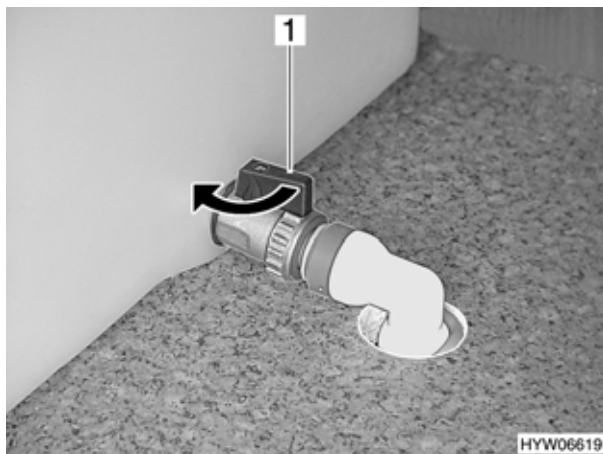

Fig. 95 Serbatoio dell'acqua, rubinetto di scarico acqua
- Girare il rubinetto di scarico acqua del serbatoio dell'acqua (Fig. 95,1) per chiudere nella direzione indicata dalla freccia.
- Aprire il rubinetto di scarico acqua sul serbatoio dell'acqua (Fig. 95,1).